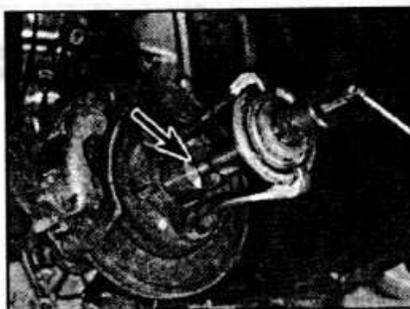

Рис. 8.3. Выдавливание приводного вала из ступицы с применением съемника.
- Извлеките приводной вал из ступицы, потянув ступицу на себя от автомобиля. Не извлекайте полностью приводной вал из ступицы. Если приводной вал не выходит из ступицы, используйте молоток или съемник для его извлечения (см. рис. 8.3).